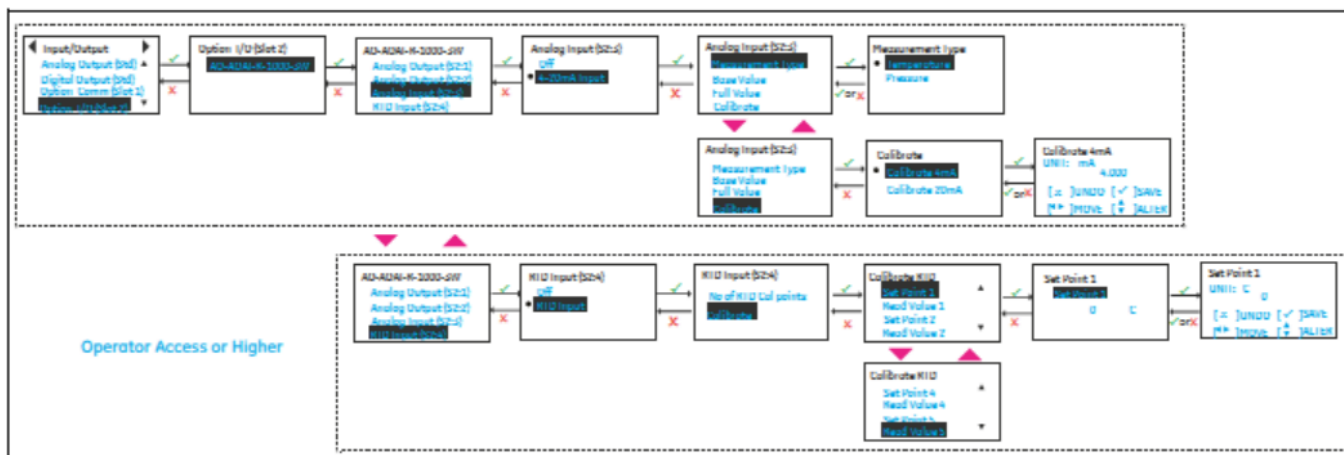

図 65: オプション I/O アナログ入力/RTD 入力のセットアップ
4. アナログ入力を接続する場合は、[4-20mA]オプションを選択します。下の図 65 に、使用可能なオプションを示します。
2. 「ログインページとプライマリページ」の手順に従って、Input/Output 設定ページに移動します。上記の図 65 を参照してください。[Option I/O (Slot 2)]を反転表示させて、[ENTER] を押します。